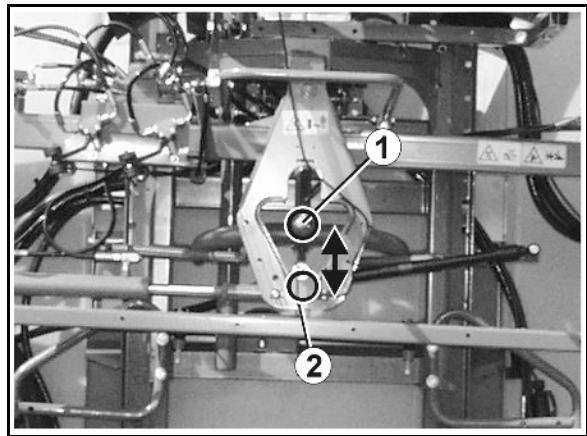

Fig. 60
Åpne svingningsutjevningen (Fig. 60/1):
- Svingningsutjevningen er låst opp (Fig. 60/1) når det vises et symbol med en åpen lås på skjermen på **AMATRON⁺**.
- Den åpnede svingningsutjevningen (Fig. 60/1) og de utfoldede sprøyteutliggerne svinger fritt i forhold til utliggerholderen. På illustrasjonen er svingningsutjevningens avskjerming fjernet for å gi bedre innsyn.
Låse svingningsutjevningen (Fig. 60/2):
Svingningsutjevningen er låst (Fig. 60/2) når symbolet for lukket lås vises på skjermen på **AMATRON⁺**.